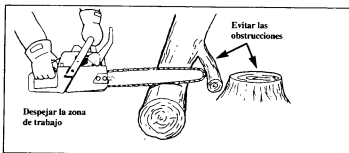

Figura 3
3. Mantenga la zona de trabajo libre de obstrucciones tales como otros árboles, ramas, piedras, cercas, tocones, etc. Figura 3. Elimine o evite cualquier obstrucción contra la cual puede golpear la sierra mientras usted está cortando un tronco o rama en particular.